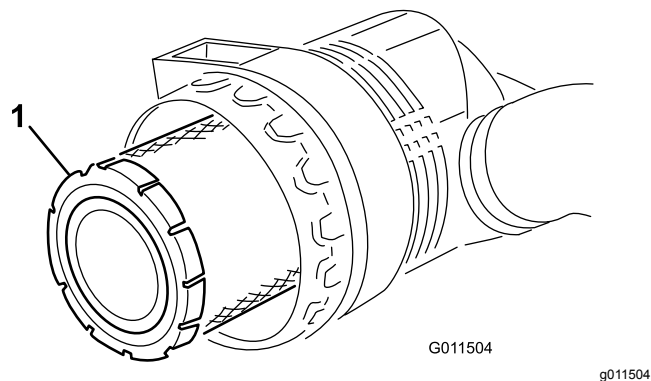
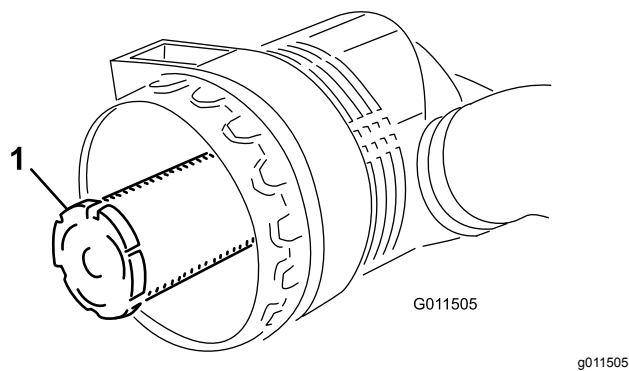

Figura 71
Figura 72
3. Togliete il filtro primario dell'olio (Figura 71). Si sconsiglia la pulizia dell'elemento usato, per evitare il rischio di danneggiare l'elemento filtrante. Controllate il filtro nuovo e accertatevi che non sia stato danneggiato durante la spedizione, in particolare l'estremità di tenuta del filtro ed il corpo. Non usate l'elemento se è avariato. **Non** togliete il filtro di sicurezza (Figura 72).
Importante: Non cercate mai di pulire il filtro di sicurezza (Figura 72). Sostituitemelo con uno nuovo ogni tre revisioni del filtro primario.
4. Sostituite il filtro primario dell'olio (Figura 71).